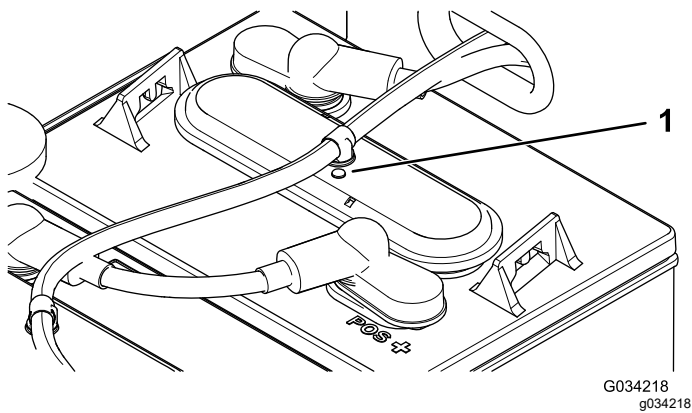

Figura 37
3. Compruebe los ojales de cada batería para ver si son blancos o negros (Figura 37).